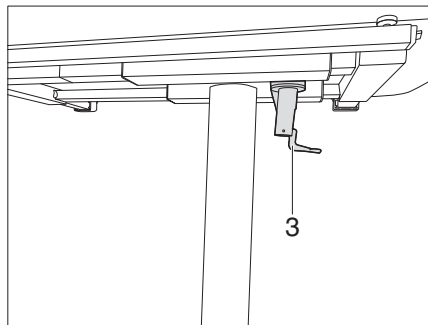

Fig. 106 Verrouiller la table pliante
- Basculer le levier de verrouillage (Fig. 106,3) vers la droite. La table à hauteur réglable est verrouillée et ne peut plus être déplacée.